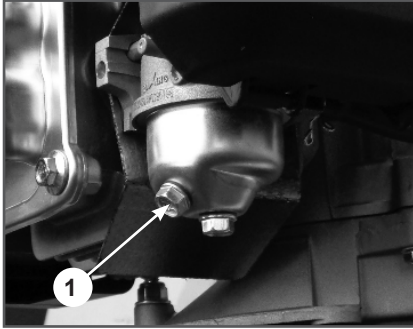

Рис. 12 Слив топлива из карбюратора
2. Открутите болт сливного отверстия (Рис. 12 п. 1) и слейте топливо из поплавковой камеры карбюратора.